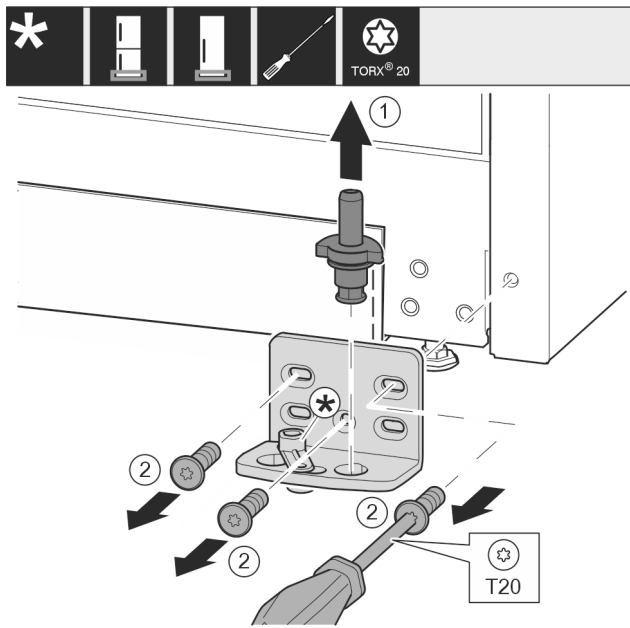

Fig. 14
- ▶ Húzza ki teljesen a csapszeget Fig. 14 (1) felfelé.
- ▶ Tekerje ki a csavarokat Fig. 14 (2) csavarhúzóval, és vegye le a csapágybakot.